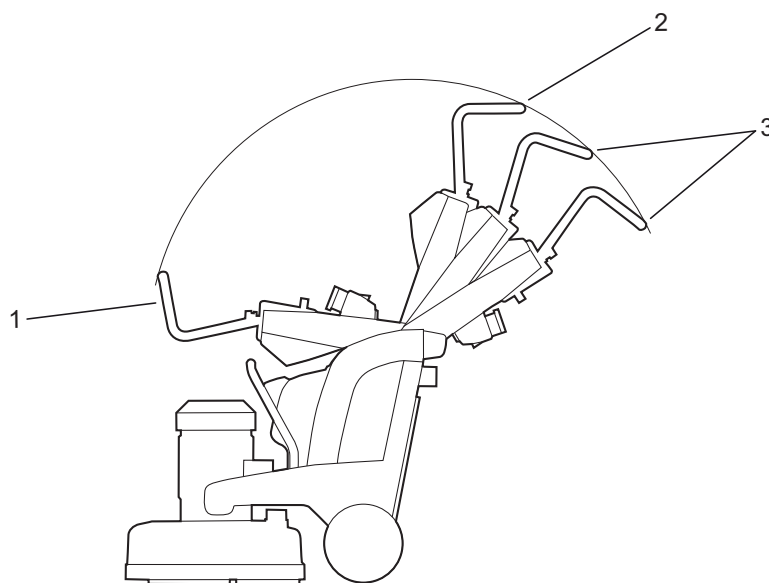

Figure 4-1 Positions d'inclinaison de la poignée
1. Relevez la poignée en position arrière, voir Figure 4-1 à la page 14.